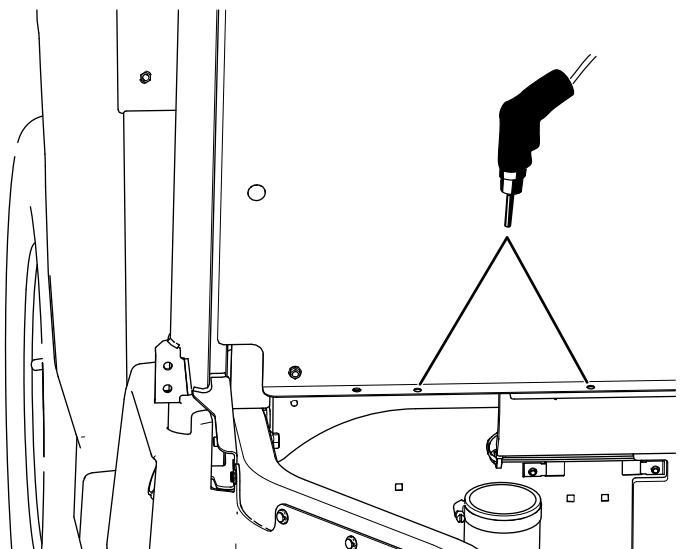

Bild 64
- D. Verschieben Sie die CVT-Ansaughaube und bohren Sie die beiden Löcher (9 mm/11/32") in die Sitzplatte (**Bild 64**).